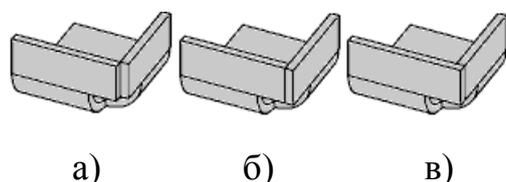

Рис.10.16. Замыкание углов: а) замыкание встык;
- выберите *способ замыкания: встык* или *с перекрытием* (рис. 10.16). Для замыкания с перекрытием можно изменить направление перекрытия с помощью кнопки *Изменить перекрытие*;